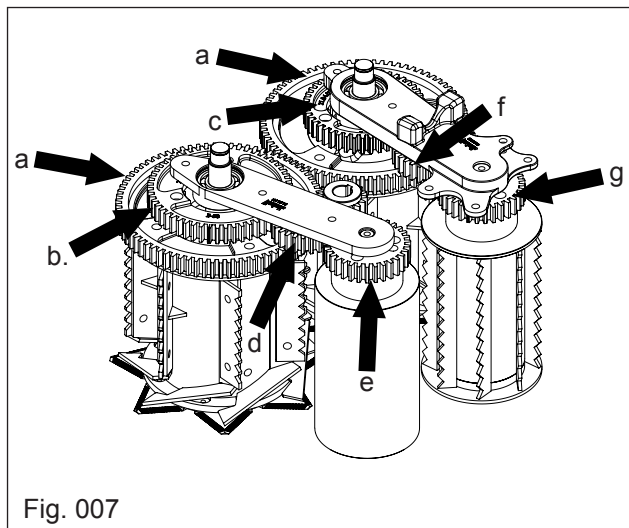

Fig. 007
La caja de engranajes (Fig. 007) que acciona el mecanismo de alimentación y se compone de:
- a) Dos engranajes Z-77, ("a" Fig. 007) que accionan los rodillos segadores;
- b) Un engranaje Z-53, ("b" Fig. 007) y un engranaje Z-44, ("c" Fig. 007) se fija en los engranajes de accionamiento de los rodillos segadores;
- c) Un engranaje Z-24, ("d" Fig. 007) que transmite el movimiento al rodillo segador del lado izquierdo (visto desde detrás del implemento) y rodillo liso;
- d) Un engranaje Z-31, ("e" Fig. 007) que acciona el rodillo liso;
- e) Un sistema articulado con un engranaje Z-31, ("f" Fig. 007) que acciona el rodillo segador del lado derecho y el rodillo dentado;
- f) Un engranaje Z-31, ("g" Fig. 007) que acciona el rodillo dentado.